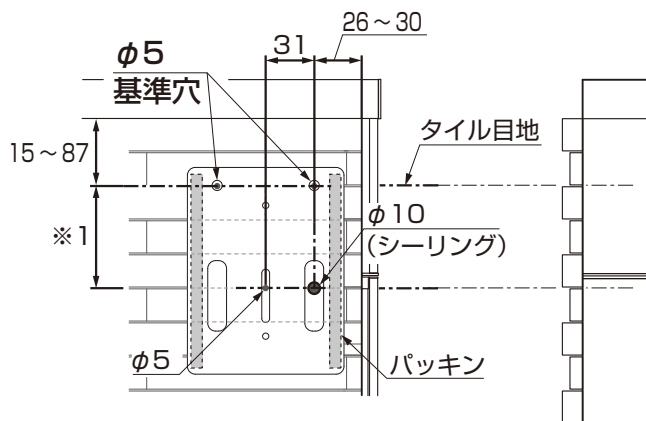

図 1-1
- タイル目地の横ラインに沿って穴をあけてください。(図1-1参照)